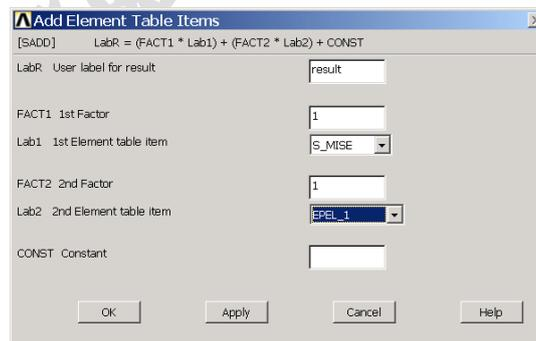

图6.29 单元表的数学运算
(1) 假设已经按上一小节的操作定义了两个单元表 S_MISE 和 EPEL_1。单击 Main Menu>General Postproc>Element Table>Add Items 菜单，弹出如图 6.29 所示的【Add Element Table Items】对话框。